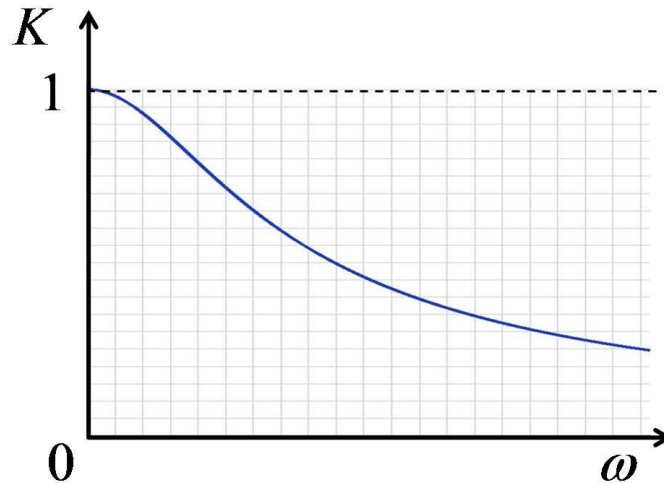

Рис.4. Зависимость коэффициента передачи по амплитуде от частоты для RL - цепи.
Здесь учтено, что в изучаемой схеме нет конденсатора, и в формуле (11) отсутствует соответствующее слагаемое. При малых частотах коэффициент K_{RL} близок к единице, при больших – стремится к нулю. На рис. 4 изображен характерный вид зависимости коэффициента передачи от циклической частоты .